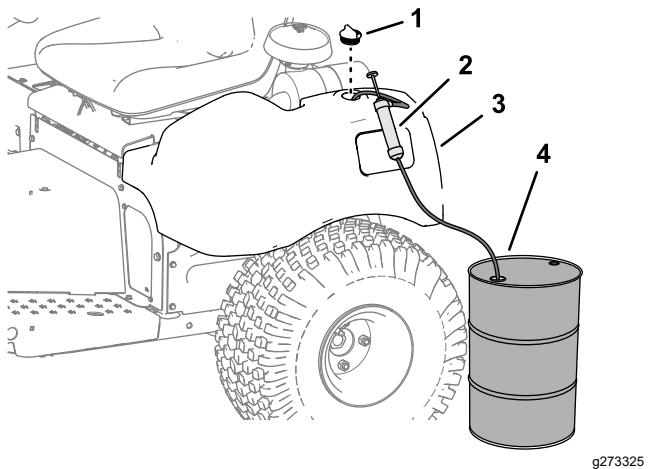

Рисунок 43
- Снимите крышку гидравлического бака (Рисунок 43).
- Выкачайте гидравлическую жидкость из гидравлического бака (Рисунок 43).